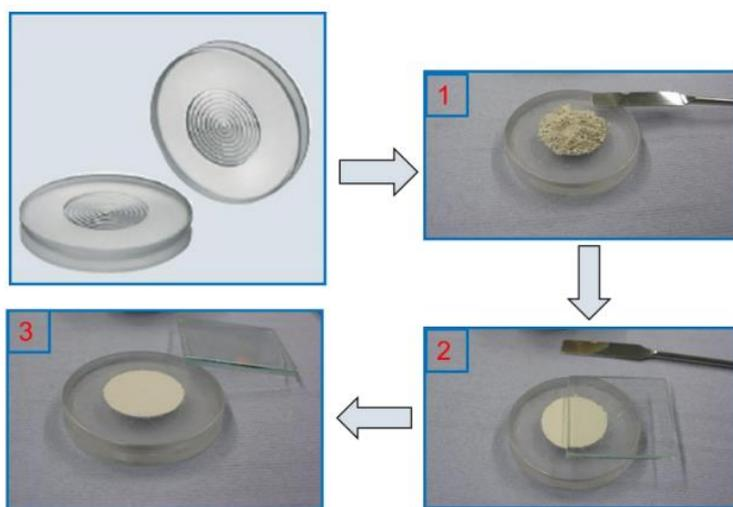

图 2-1 正压法粉末样品制备步骤
3.4 关闭主机电源：衍射仪左侧下面，将白色“standby”按钮按下，然后将红色旋钮放在“0”的位置，（图 2-1）。